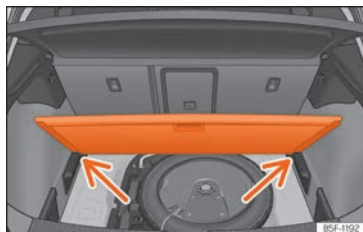

Fig. 131 Plancher de coffre à bagages modulaire : position inclinée.
- Appuyez le plancher contre les logements prévus à cet effet »» fig. 131 (flèches).